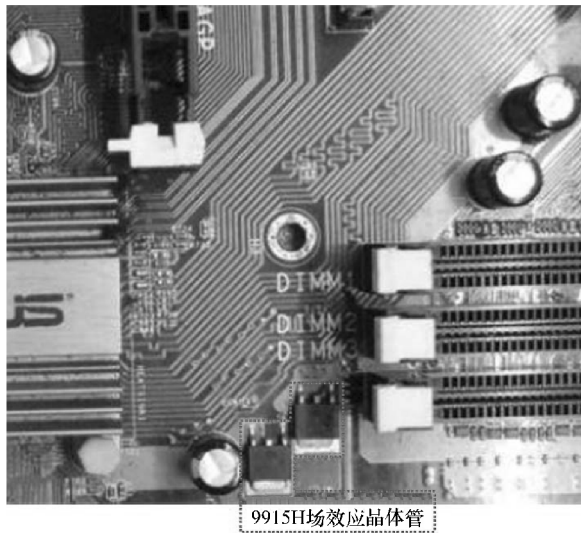

图 6-5 华硕 K8N 主板故障部分和损坏的场效应晶体管
1) 该主板故障部分和损坏的场效应晶体管如图 6-5 所示。经查得场效应晶体管型号为 9915H，更换时，可用两个 09n03 N 沟道 MOS 管代用。